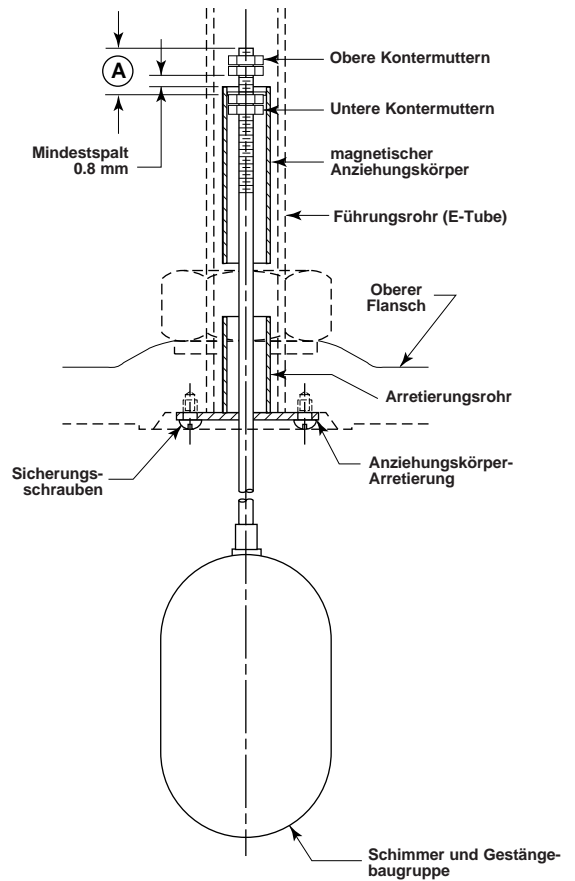

Abbildung 7
**HINWEIS:** Neue Schwimmer und -gestängebausatz werden nicht vormontiert geliefert. Verwenden Sie die nachfolgende Tabelle der Standardeinstellungen der unteren Kontermutter und die **Abbildung 7** für die Abmessung A.
2. Abmessung A, siehe Seite 9 Abb. 7, wird am alten System gemessen.